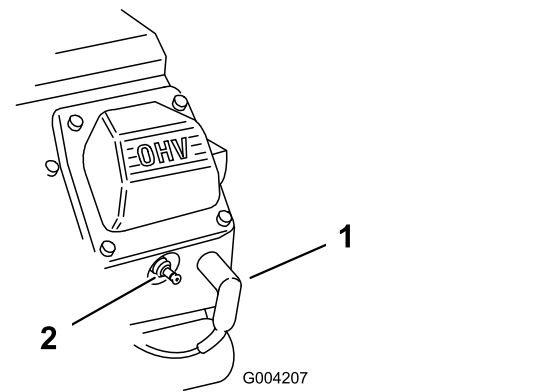

Figura 153
2. Trageți cablurile bujiilor (Figura 153).